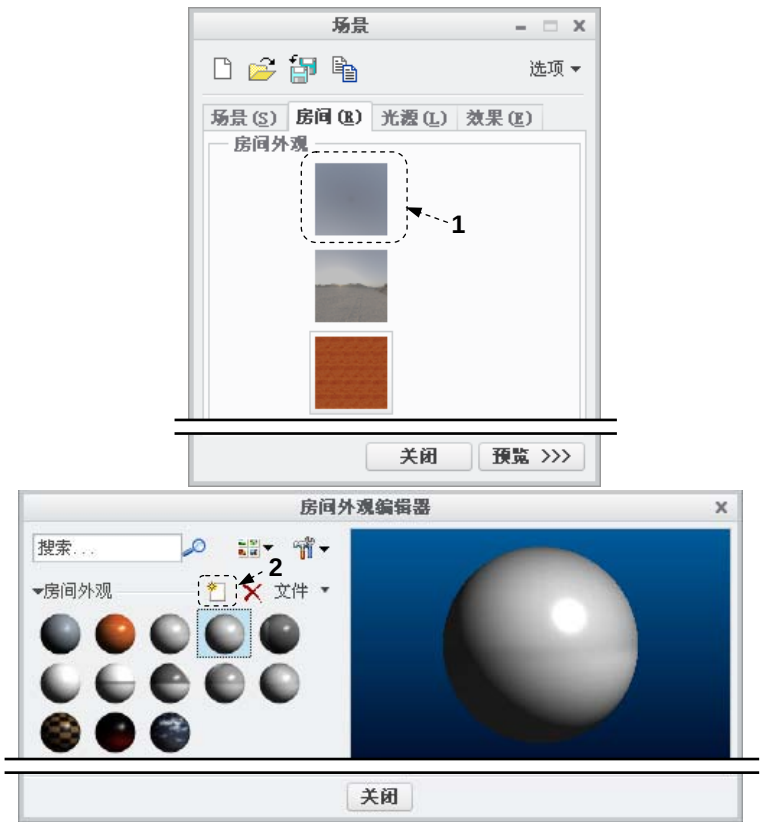

图 12.6.12 设置天花板（操作流程）
Step4. 设置天花板。按图 12.6.12 中的编号（1~2）依次操作。